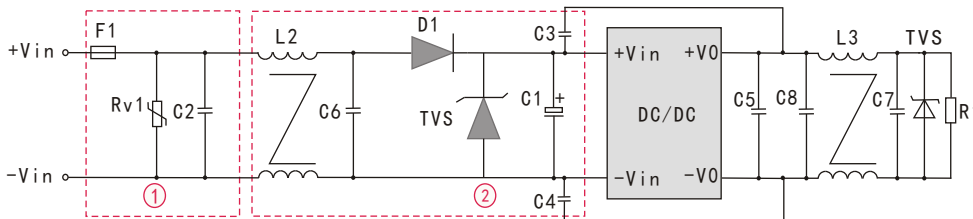

图5
注: 1、图4中和图5第①部分用于EMS测试; 第②部分用于EMI滤波, 可依据需求选择;